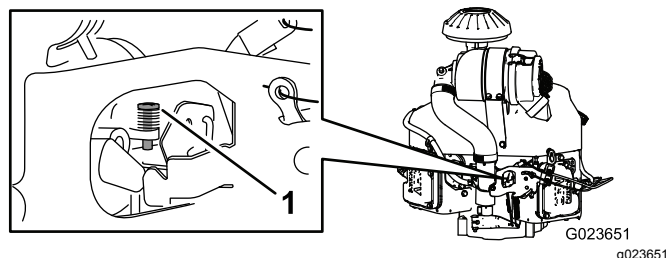

Figura 67
4. Ajuste el tornillo de tope del carburador (Figura 67) hasta que la velocidad de ralenti sea de 1350 a 1550 rpm.